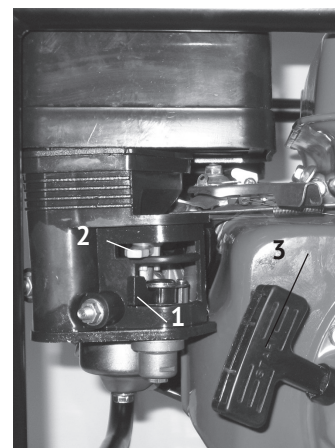

рис. 3
- открыть топливный кран (рис.3 поз.1) – крайнее правое положение;
- установить рычаг управления воздушной заслонкой (рис.3 поз.2) в крайнее левое положение - «закрыто» при пуске холодного двигателя, или в промежуточное положение при прогревом двигателя;
- медленно потянуть рукоятку стартера (рис.3 поз.3) до появления сопротивления, затем энергично вытянуть её, преодолевая компрессию, на 2/3 длины шнура;